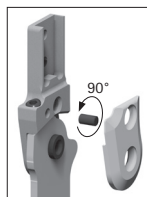

Abb. 21
3. Drehen Sie die abgenutzte Stelle des Gewindegewindestiftes um ca. 90° (Abb. 21) und setzen Sie ihn wieder ein (Abb. 22).